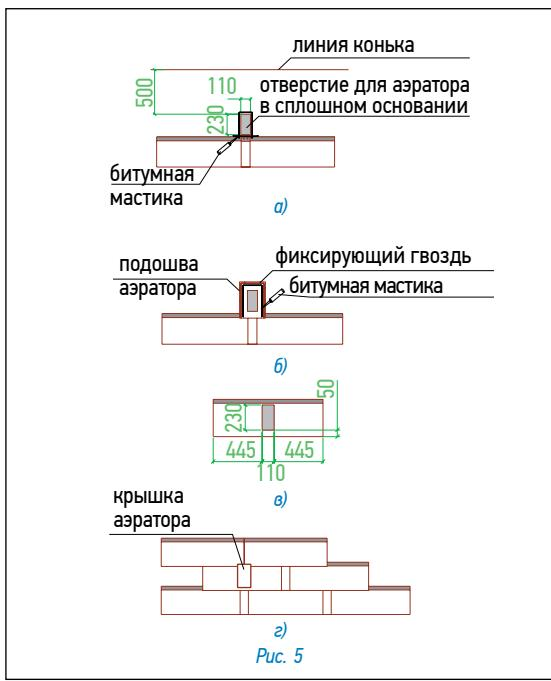

Рис. 5
**Установка снегозадержателя (рис. 5)**
#### Установка аэратора (рис. 5)
- В сплошном основании кровли прорезается отверстие 11×23 см, расположенное согласно рис. 5а;
- корпус аэратора устанавливается поверх отверстия и фиксируется гвоздями из нержавеющей стали; по верхней и боковым сторонам подошвы корпуса также наносится битумная мастика (рис. 5б);
- далее укладывается очередной ряд черепицы; подошва аэратора при этом закрывается листом с заранее прорезанным в нем отверстием (рис. 5в);
- на корпус аэратора устанавливается крышка, которая фиксируется нажатием (до щелчка) (рис. 5г).